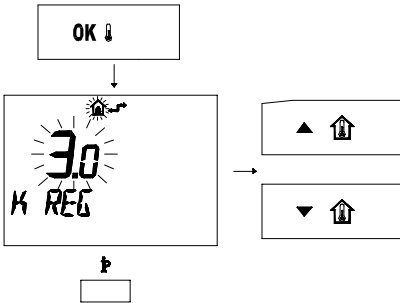

fig. 5.35
- Premere il pulsante **OK**  per arrivare alla finestra **K REG** (fig. 5.35)
- Premere il pulsante  per uscire dalla modalità **I NFO**. (fig. 5.35)